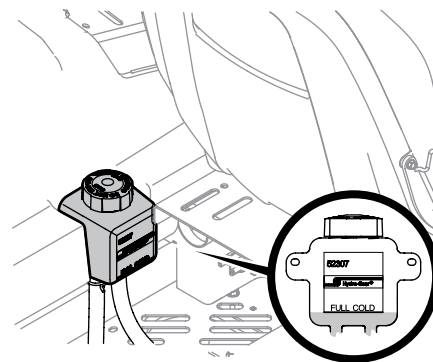

Figura 4-5
1. Gire el asiento del operador hacia adelante y limpie la tapa del depósito y el área que la rodea para evitar que el aceite de transmisión se contamine con residuos. Vea la Figura 4-5.
2. Gire la tapa del depósito en sentido contrario al de las agujas del reloj para retirarla, luego controle el nivel de aceite del depósito. El aceite debe ser visible en la base de la cubeta, pero el nivel del mismo NO debe estar por encima de la línea de "LLENO FRÍO". Vea la Figura 4-5. NO LLENE EL DEPÓSITO.